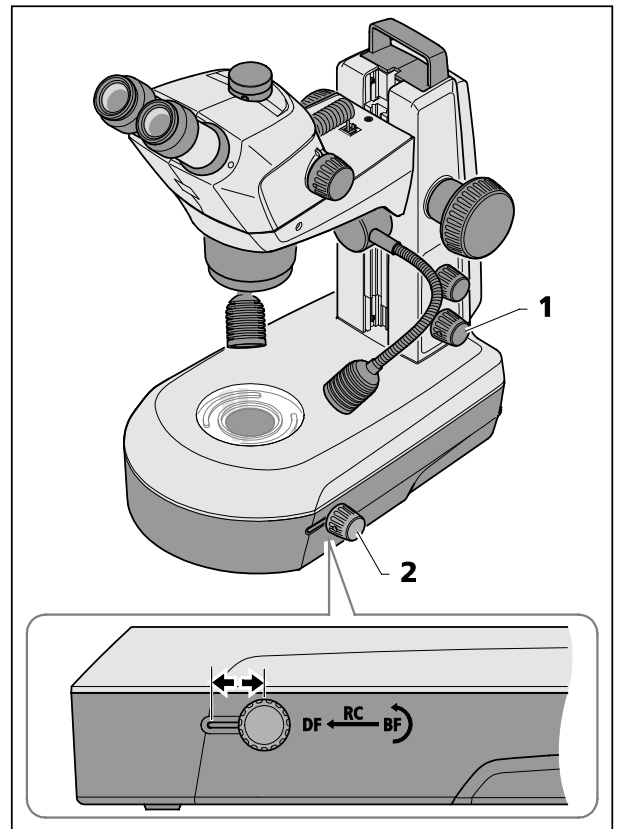

Fig. 26 Unità di luce trasmessa nello stativo K LAB
- Accendere la luce trasmessa, premendo la manopola inferiore (Fig. 26/1).
- Regolare il campo chiaro o luminoso (BF), spostando la manopola-cursore (Fig. 26/2) alla posizione posteriore.
- Intercalare lo specchio chiaro o diffuso, ossia, regolare il suo angolo d'inclinazione, ruotando la manopola-cursore (Fig. 26/2).
- Si passa all'illuminazione in campo oscuro (DF), spostando la manopola-cursore (Fig. 26/2) alla posizione anteriore.
- ☞ Spostando la manopola-cursore (Fig. 26/2) a una posizione centrale e inclinando lo specchio sono prodotti effetti di luce obliqua (RC), idonei alla visualizzazione di strutture di oggetti non tinti.